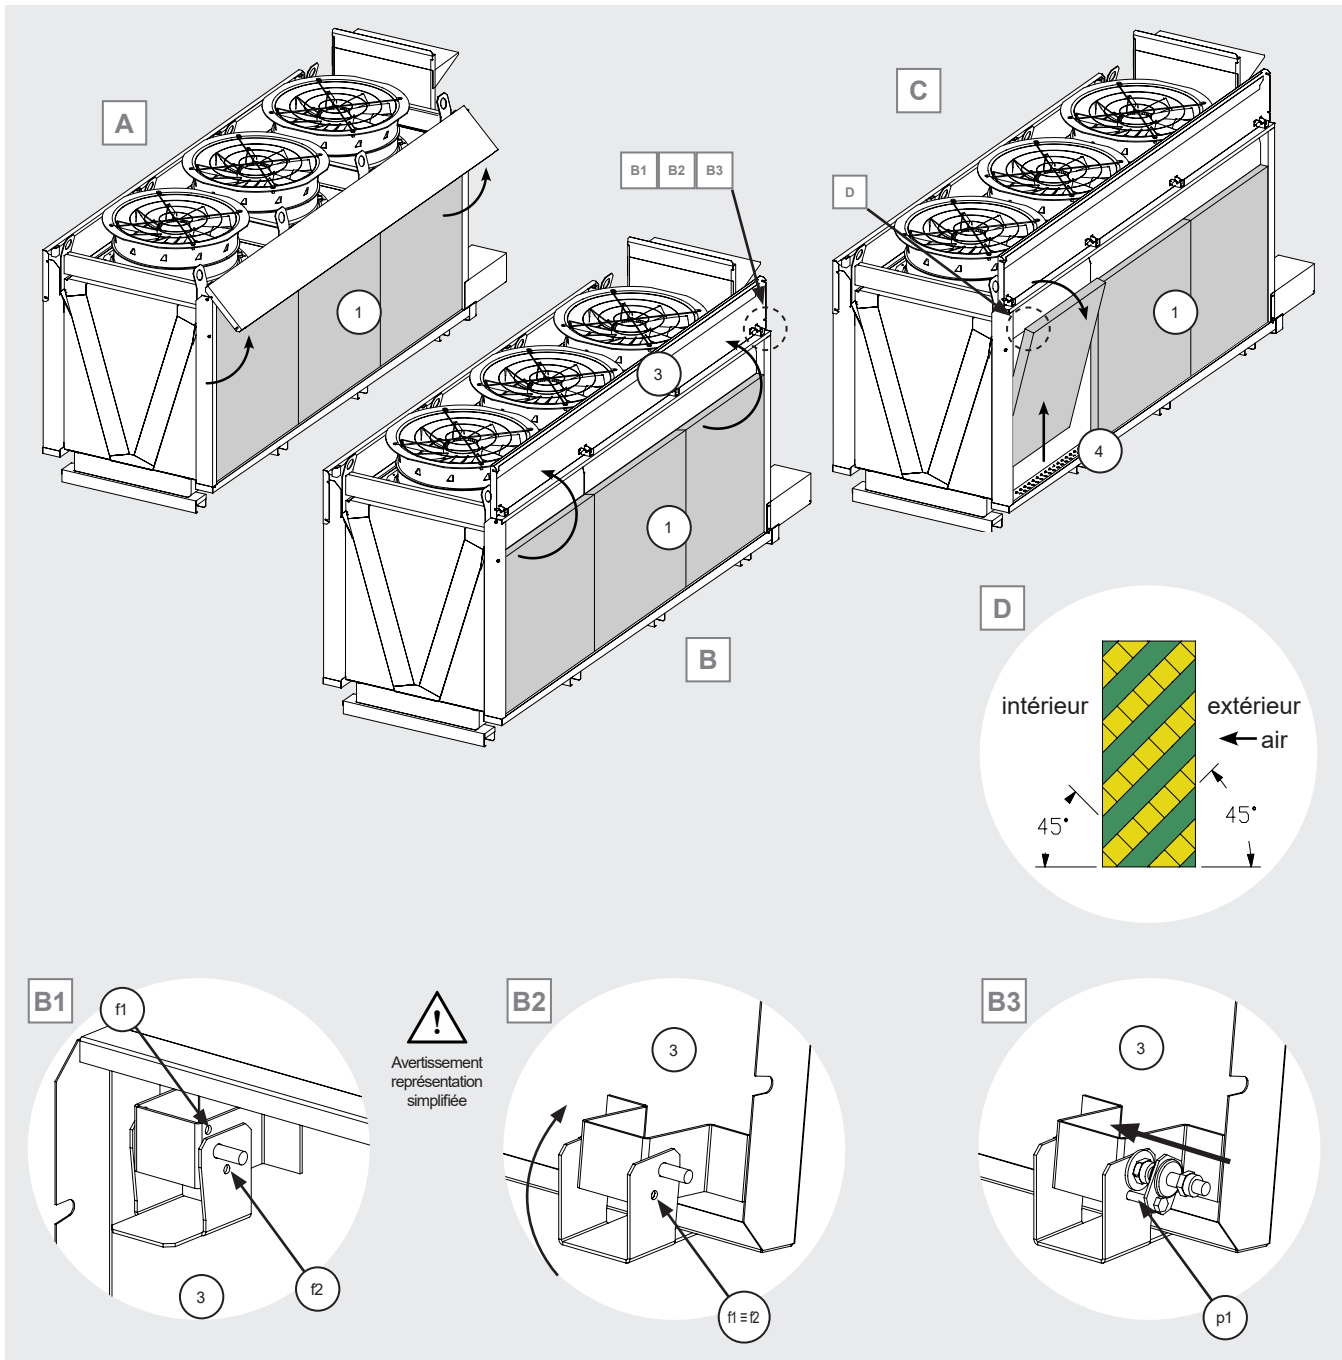

Figure 20
- 12.11.8 Soulever le couvercle (3) du compartiment de la buse. Voir Figure 20 A et B. Faites attention aux détails de la Figure 20 B1, B2, B3. Les Figure 20 B1 et Figure 20 B2 sont simplifiées à des fins d'explication. Observez la Figure 20 B1: une charnière à l'extrémité du couvercle (3) est équipée d'un système qui empêche la fermeture accidentelle du couvercle (3). La charnière comporte deux trous (f1) et (f2). Tournez le couvercle (3) jusqu'à ce que les deux trous correspondent, comme le montre la Figure 20 B2. Insérez maintenant la goupille (p1) dans les deux trous et verrouillez le couvercle (3) en place. Avant de travailler sur le modèle, assurez-vous que le couvercle (3) est bien en place et qu'il ne peut pas se fermer accidentellement. Risque de se cogner les mains ou la tête.
- 12.11.9 Sortez les panneaux extérieurs (1): soulevez-les verticalement hors du guide inférieur (4) et tirez-les ensuite vers l'extérieur. Voir la Figure 20 C. Faites attention au sens d'installation des panneaux, voir Figure 20 D.